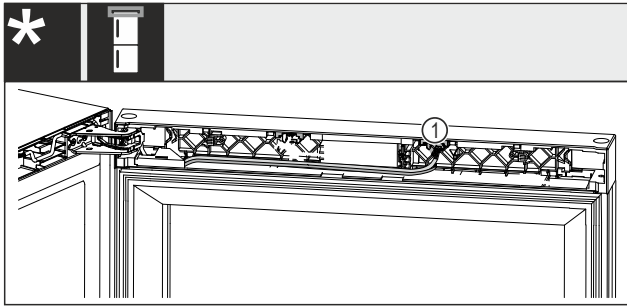

Fig. 24 Kombinált borhűtő-fagyasztókészülékek*
► Húzza ki a dugót Fig. 24 (1) a házából.*